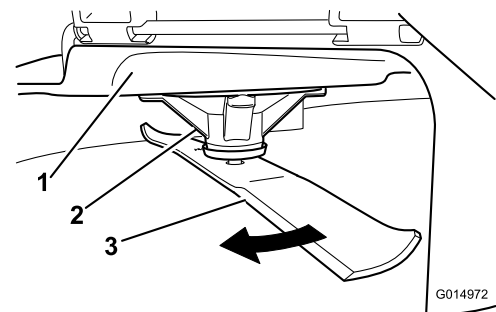

Figura 60
2. Purtați mâinii cu protecție corespunzătoare sau alte protecții adecvate pentru mâini i rotiți încet lama într-o poziție care vă permite să măsurați distanța dintre marginea de tăiere i suprafața uniformă pe care se află maina (Figura 60).